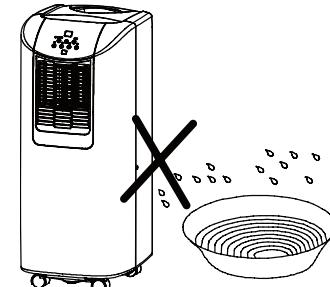

FIG.3
- Nicht in feuchter oder nasser Umgebung aufstellen (Abb. 3)